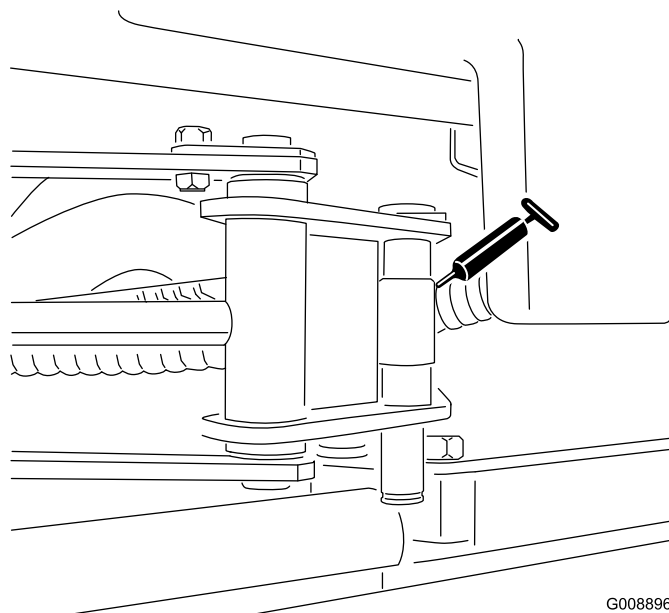

図 46
- ・ サイドワインダーのシリンダの両端 (2ヶ所; モデル 03206 のみ) (図 46)